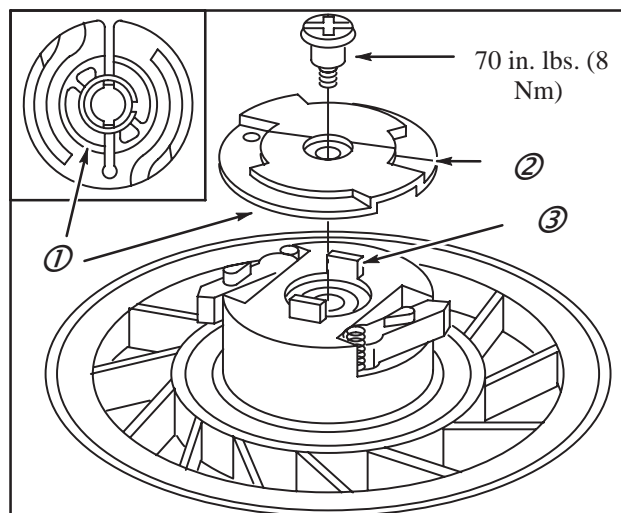

Fig. 38
2. Poser le support (1) en s'assurant que les taquets de la poulie (3) s'emboîtent bien dans les encoches du support (2), Fig. 38.